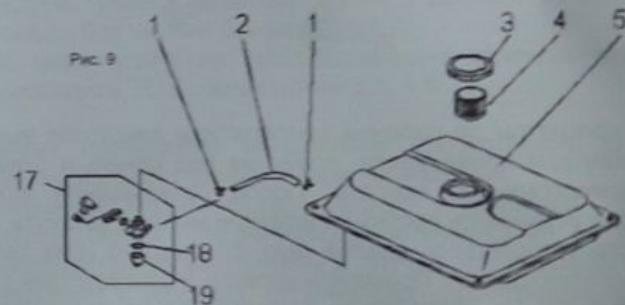

Рис. 9
2. Снять крышку бензобака (поз.4 рис.9) и колпачок крана подачи бензина (поз.19 рис.9), стараясь не повредить уплотнения. Слить остатки топлива во вспомогательную емкость.
3. Удалить загрязнения с фильтров (поз.18 и поз.4 рис.9) промыванием в легком растворителе (типа №646) и продувкой. Высушить фильтры и установить их на место.
Демонтированными топливными фильтрами. Особое внимание обратить на топливный шланг (поз.2 рис.9).
9.7 Консервация генератора. 1. Консервация проводится во всех случаях, когда предполагается перерыв в использовании генератора в течение 3-х месяцев и более. Одновременно с консервацией провести техническое обслуживание, предусмотренное пунктами 9.2—9.6 данного руководства. 2. Залить или полностью выработать имеющуюся в баке топливную смесь. Слив производить, сняв колпачок (поз.19 рис.9) крыла подачи топлива.